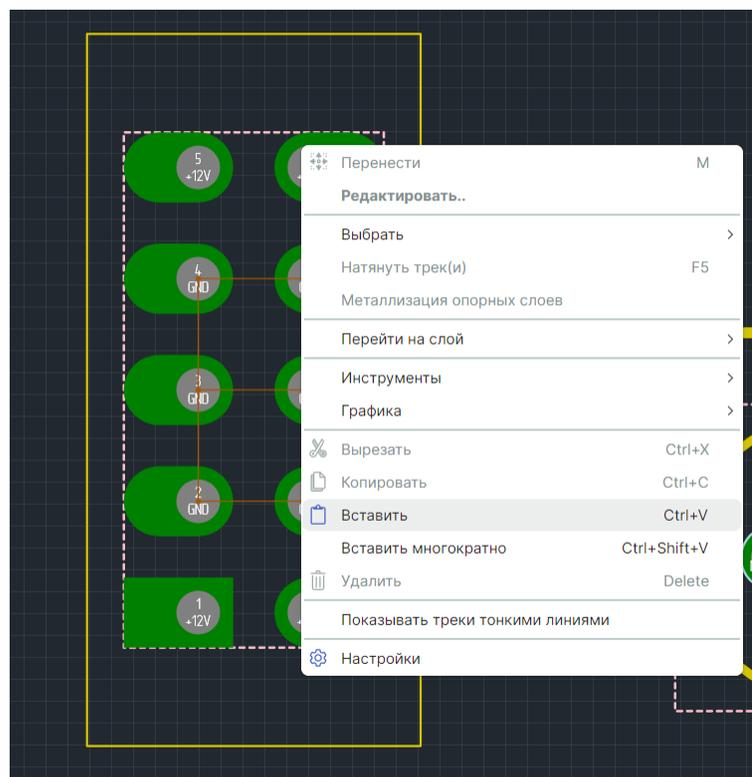

Рис. 456 Вставка скопированного трека
3. Перейдите к нужному месту платы, в том числе на другой проводящий слой и воспользуйтесь пунктом «Вставить» контекстного меню или используйте горячие клавиши «Ctrl+V», см. Рис. 456.